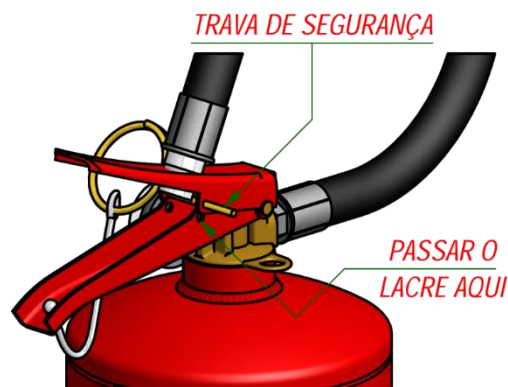

Figura 10 - Referência de Colocação do Lacre
- Coloque a trava de segurança, passando pelos furos do gatilho acionador da válvula de segurança, conforme indicado na Figura 10;